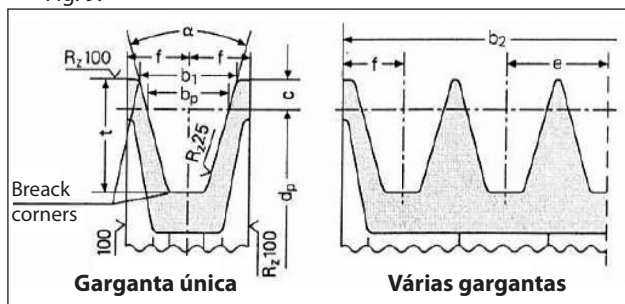

Fig. 8
- Use polias para a correia trapezoidal com as dimensões da garganta prescrita/aconselhada pelo fabricante da correia usada. Na falta das orientações, siga a Fig. 8 e a tabela da Fig. 9.